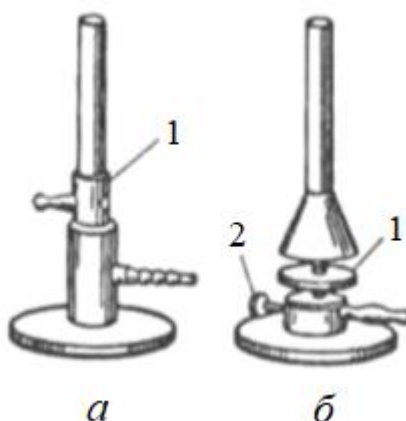

Рис. 30 – Горелки газовые Бунзена (*a*) и Теклю (*б*);
*Горелки газовые* бывают двух типов: Бунзена и Теклю (рис. 30). Газ подводится через нижний боковой отвод горелки. Поступление воздуха регулируется специальной гильзой (горелка Бунзена) и нижним кольцом (горелка Теклю). при работе с горелками необходимо строго соблюдать правила техники безопасности.